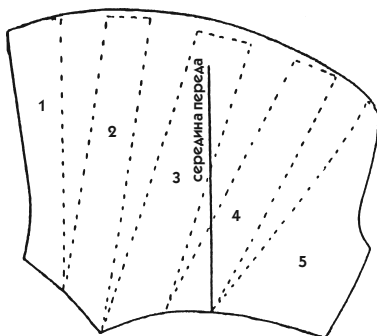

Рис. 575
- Пронумеруйте полоски и закончите лекало, придав ему необходимое расширение (рис. 575).